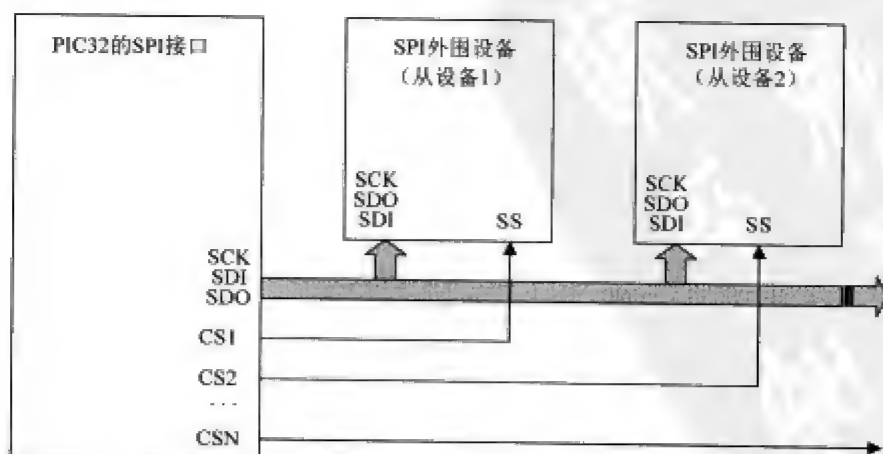

图 8-3 SPI 总线的框图
另一方面，如图 8-3 所示，SPI 接口还需要一根物理连线[从设备选择 (SS)] 连接每个设备。这意味着在实际使用 SPI 总线时，随着连接设备数量的增加，所需 PIC32 的 I/O 引脚数也随之成比例增加。